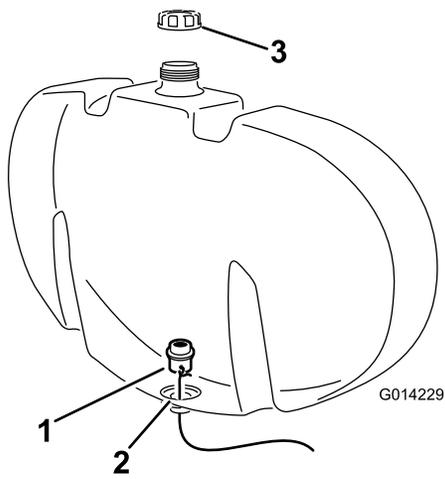

図 3
- E. 口から出てきた針金を使ってバルクヘッド・フィッティングをタンク下の穴に導き入れる（図 3）。
F. バルクヘッド・フィッティングを開口の正しい位置にセットする (透明ガスケットがタンクの内壁に密着していることを確認する (図 3))。